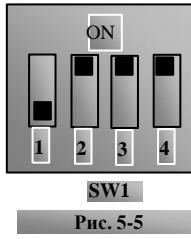

Рис. 5-5
(6) Рядом с управляющим клеммным блоком инвертора мощностью выше 30 кВт имеется кодирующее реле SW1 с красной четырехцифровой кодировкой, см. Рис. 5-5. Функция кодирующего реле заключается в выборе вводного диапазона ($0 \sim 5\text{V}$ / $0 \sim 10\text{V}$ / $0 \sim 20\text{mA}$) аналоговых входов A11 и A12. При фактической работе выбирайте аналоговый входной канал функцией F203. Значение канала A11 по умолчанию равно $0 \sim 10\text{V}$, значение канала A12 по умолчанию равно $0 \sim 20\text{mA}$. Состояния других реле и режим управления скоростью указаны в таблице 5-3.